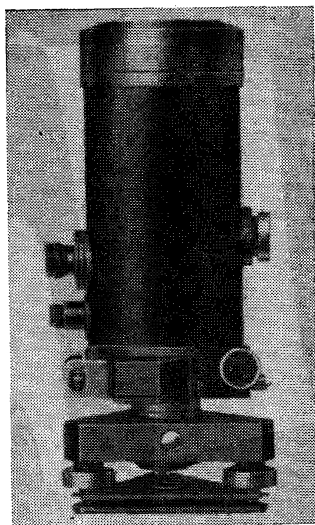

Рис. 32. Автоматический прецизионный зенит-прибор PZL
5.14. Автоматический прецизионный зенит-прибор PZL (рис. 32) предназначен для вертикального переноса опорных точек и строительных осей. Применяется при производстве геодезических работ в строительстве.